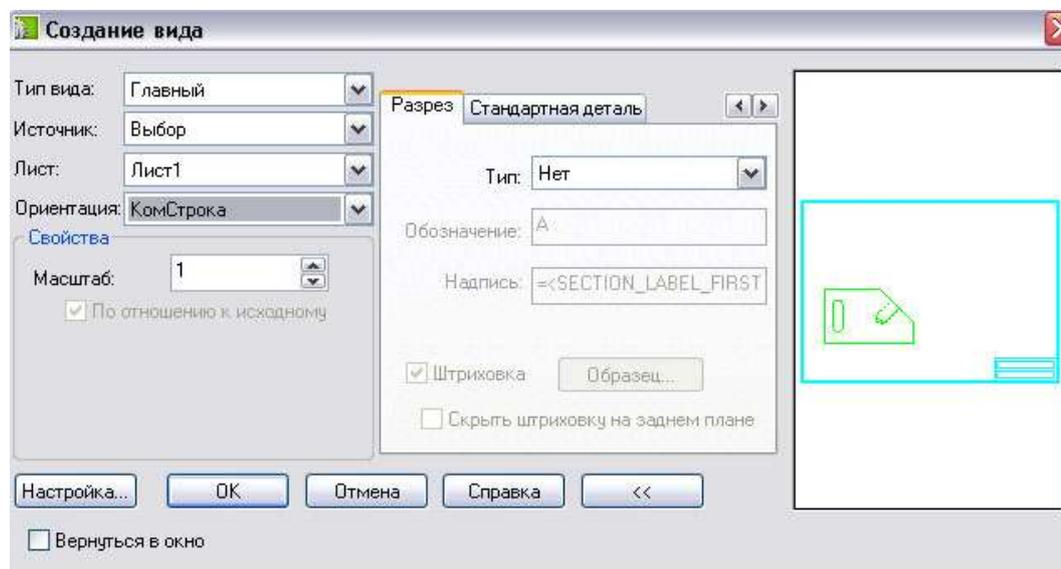

Рис. 118
23. Из контекстного меню выбрать команду **Создать вид...** (рис. 118). Кнопка **Настройка...** дает возможность настроить на европейский стандарт расположения видов. В диалоговом окне выбрать **Тип вида**.